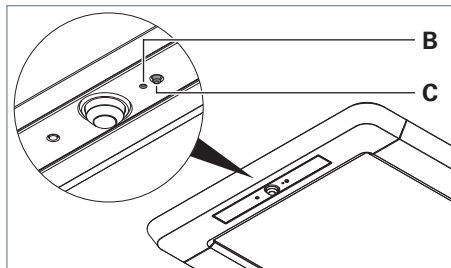
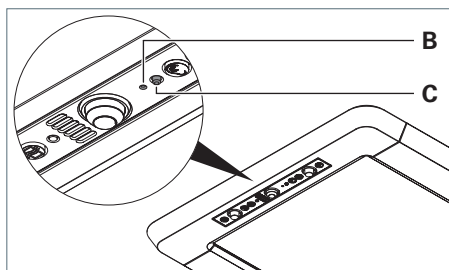

Fig. 20: Bedienelement einlernen, Ausführung R.
Fig. 21: Bedienelement einlernen, Ausführung RX.
- ▶ Drücken Sie die Taste in der Öffnung **B** mit dem Ende einer aufgebogenen Büroklammer, siehe Fig. 20 und siehe Fig. 21.
- ▶ Drücken Sie die Taste **C**, siehe Fig. 20 und siehe Fig. 21.
- ▶ Drücken Sie die Taste **C** und halten Sie diese Taste gedrückt, siehe Fig. 20 und siehe Fig. 21.